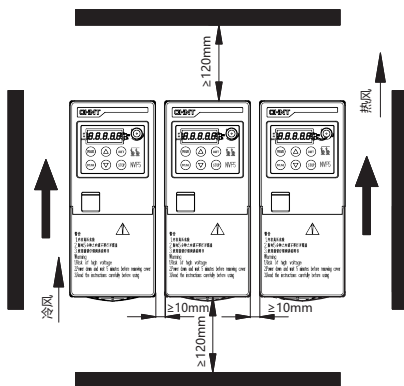
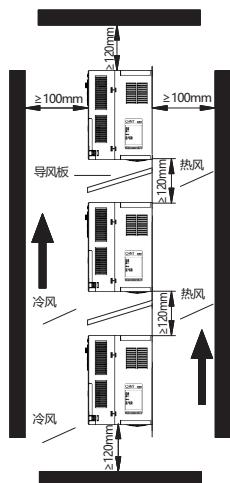

图3-1 变频器安装示意图
图3-2 多台变频器垂直安装
- c) 使用变频器时, 请注意安装间距及距离要求, 如图 3-1 和图 3-2 多台并排安装和多台垂直安装示例。